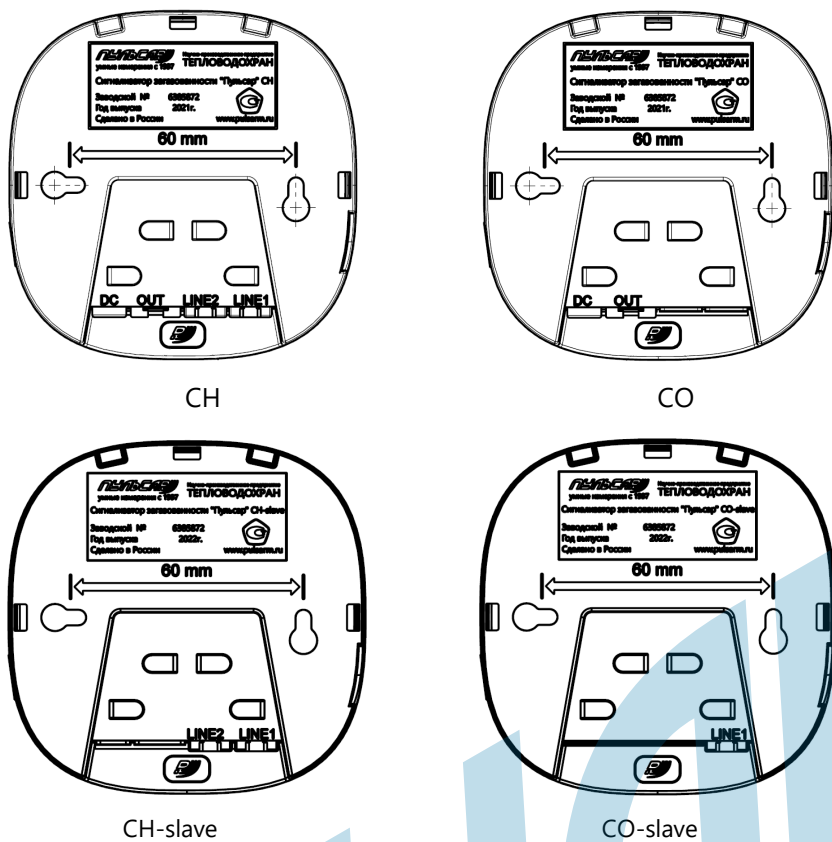

Рисунок 1 Расположение разъемов для подключения сигнализаторов загазованности «Пульсар»
4.3 Расположение разъемов для подключения сигнализаторов загазованности «Пульсар» приведено на рис.1.